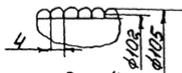

Рис. 4
2) Наплавить поверхность Б до 105 мм шагом 4 мм (см. Рис. 4)